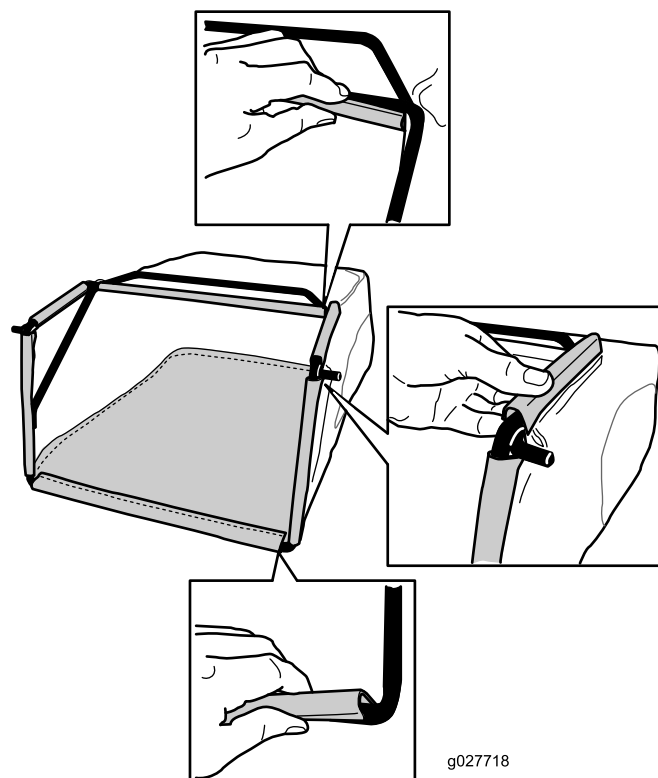

Рисунок 8
3. Зацепите верхний и боковой обод мешка за верхнюю и боковые стороны рамы, соответственно (Рисунок 8).
2. Зацепите нижний обод мешка за нижнюю часть рамы (Рисунок 8).